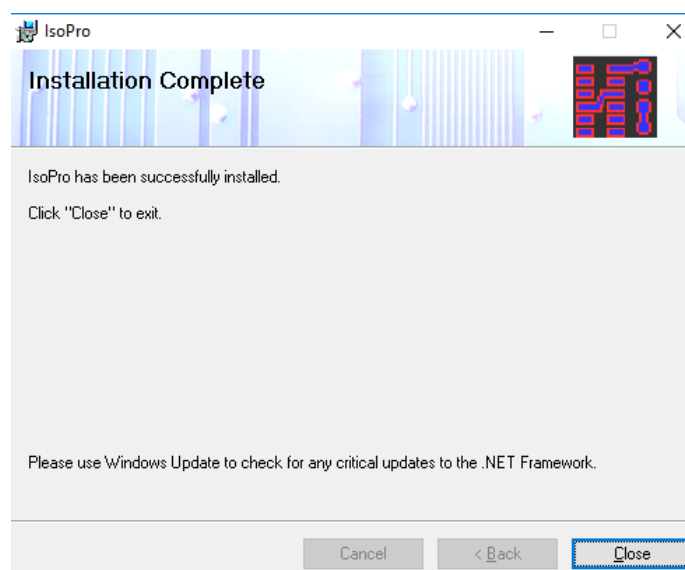

Figura 13. Final de la instalación.
- ✓ Finaliza la instalación seleccione cerrar (close) ver figura 13.